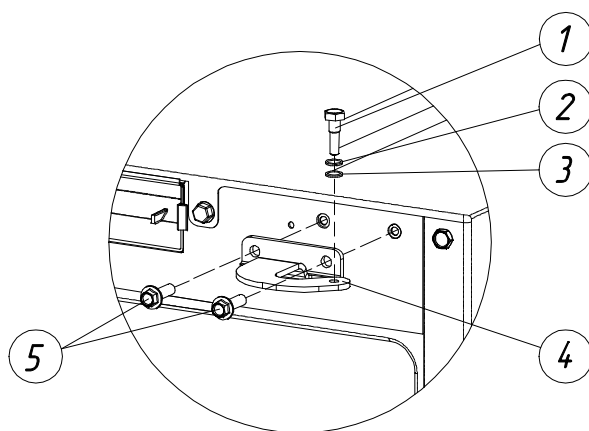

Рис. 3. Расположение верхнего узла крепления двери (дверь холодильной камеры условно не показана).
4. Разобрать верхний узел крепления двери (рис. 3).
4.1. Аккуратно, придерживая дверь холодильной камеры, выкрутить болт-ось (поз. 1, рис.3), при этом не потерять шайбы (поз.2, рис. 3) и (поз. 3, рис. 3).
4.2. Продолжая придерживать дверь, выкрутить болты (поз. 5, рис. 3) верхнего кронштейна (поз. 4, рис. 3). Убрать верхний кронштейн (поз. 4, рис. 3).
17.5. Придерживая дверь холодильной камеры, затянуть болты (поз. 5, рис. 3) верхнего узла крепления двери (рис. 3) и закрутить болт-ось (поз. 1, рис. 3).